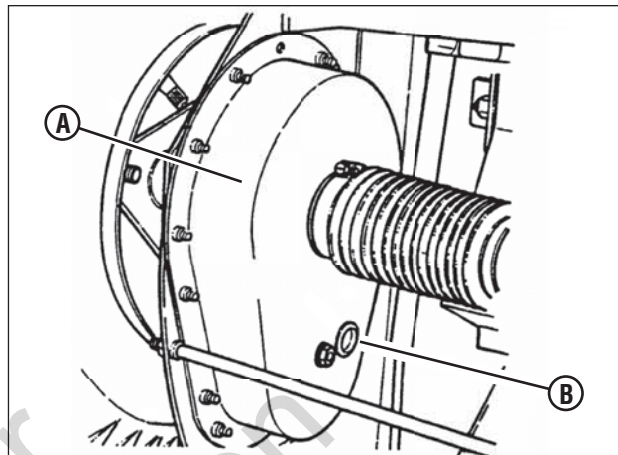

Figura 28: Verificação do lubrificante do diferencial
1. Coloque o cortador com motor traseiro de pé sobre seu para-choque traseiro e verifique o tampão de enchimento/nível (A, Figura 28) do diferencial (B) para ver se há rachaduras e desgaste. Substitua o tampão de enchimento/nível se os sinais de desgaste forem visíveis.